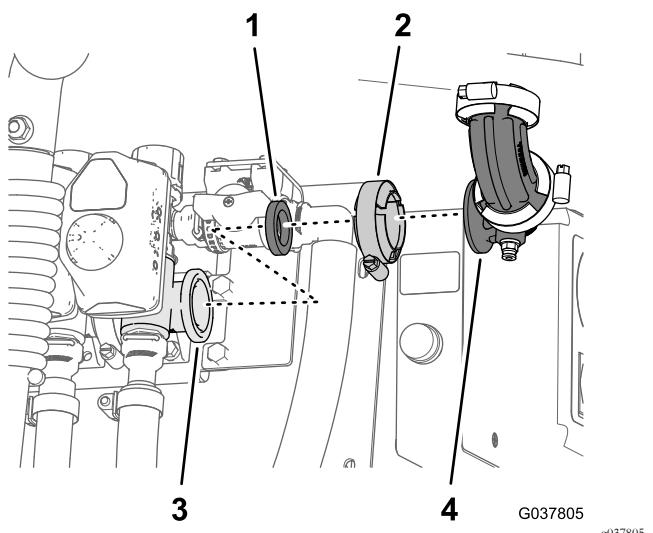

Figura 89
1. Rimuovete il morsetto flangiato, il gruppo gomito a 90° e la guarnizione nella flangia della valvola di sezione delle barre di destra (**Figura 89**).